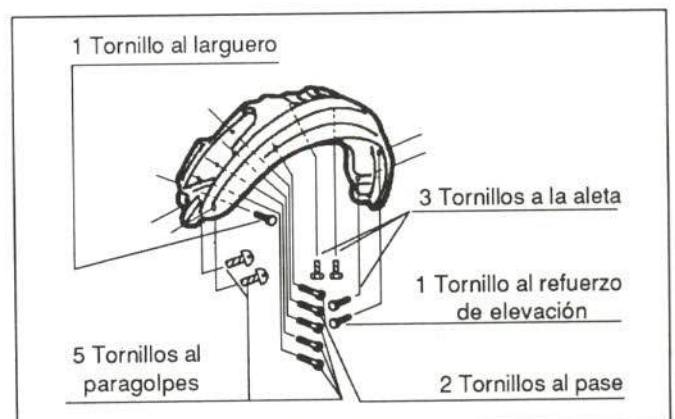

Figura 25.- Unión del guardabarros delantero
- Guardabarros delantero (figura 25)